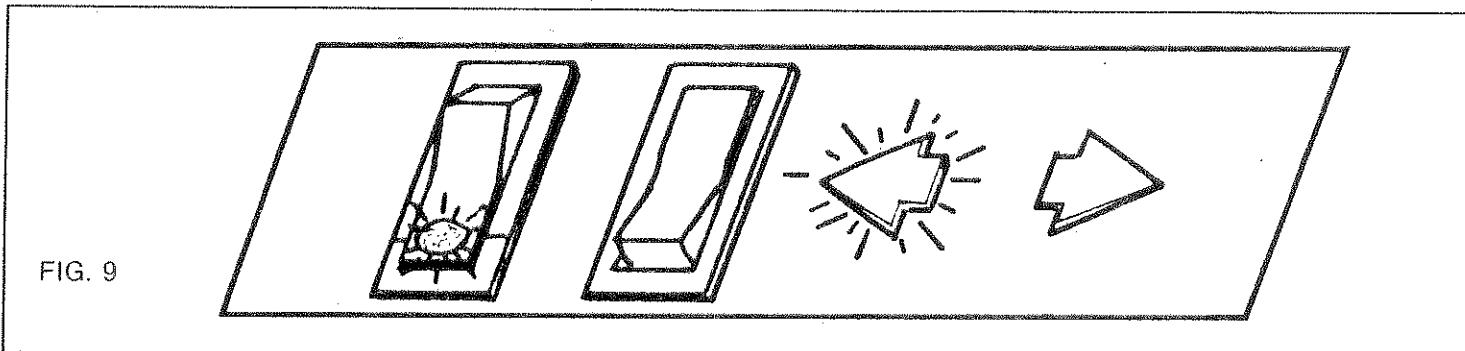

FIG. 9
Abb. 9 - Um den Motor über das Pedal zu schalten, muss der Umschalter auf Pedalschaltung gestellt werden (siehe Abb. 9). Tritt man auf das Pedal, wird der Motor in Betrieb gesetzt; um ihn anzuhalten, ist lediglich der Fuss vom Pedal zu nehmen. Der links aufleuchtende Pfeil zeigt die Richtung an, in der sich der Wagen bewegt (in diesem Fall nach links).
*Mettre le commutateur sur la position "Commande au pied" (fig. 9). La machine fonctionne selon la pression que vous exercez sur la pédale. Si vous enlevez votre pied de la pédale la machine s'arrête. La flèche lumineuse gauche est allumée; le chariot se déplace vers la gauche.*